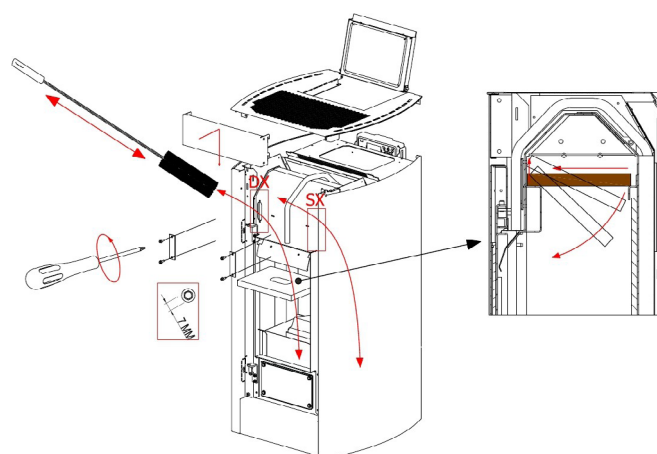

Fig. 77 - Reiniging
- De bovenste deflector verwijderen (zie **Fig. 77 op pag. 39**), eventueel de as opzuigen en de wanden van